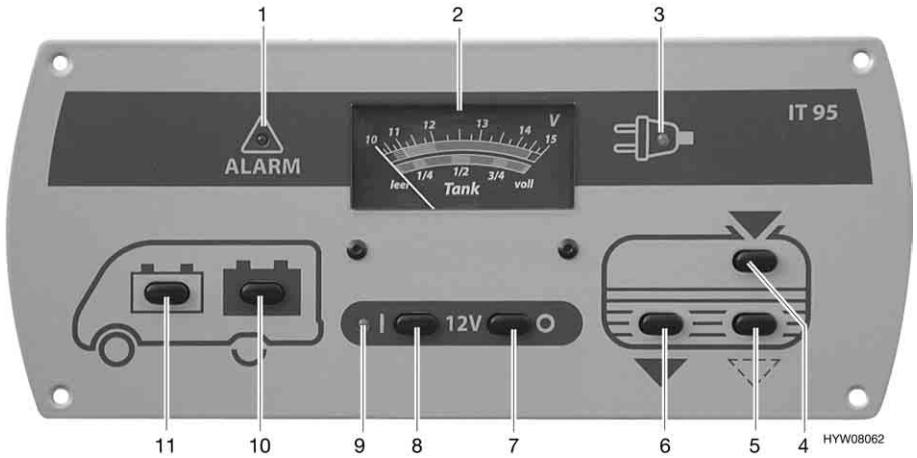

Fig. 38 Pannello di controllo (IT 95)
L'interruttore principale a 12 V (Fig. 38,7 e 8) inserisce o disinserisce il pannello di controllo e l'alimentazione a 12 V dell'abitacolo.
- Premere l'interruttore (Fig. 38,8) "I": L'alimentazione a 12 V dell'abitacolo è inserita. La spia di controllo (Fig. 38,9) diventa verde.
- Premere l'interruttore (Fig. 38,7) "O": L'alimentazione a 12 V dell'abitacolo è disinserita. La spia di controllo (Fig. 38,9) si spegne.
Per l'indicatore volt/serbatoio (Fig. 38,2) leggere la scala superiore. L'indicatore si illumina automaticamente appena viene premuto un interruttore.
- Premere l'interruttore (Fig. 38,11) "": Viene indicata la tensione della batteria di avviamento.
- Premere l'interruttore (Fig. 38,10) "": Viene indicata la tensione della batteria dell'abitacolo.
Per l'indicatore volt/serbatoio (Fig. 38,2) leggere la scala inferiore. L'indicatore si illumina automaticamente appena viene premuto un interruttore.
- Premere l'interruttore (Fig. 38,4) "": Viene indicato il livello del serbatoio dell'acqua.
- Premere l'interruttore (Fig. 38,6) "": Viene indicato il livello del serbatoio delle acque grigie.
La spia luminosa rossa "ALARM" (Fig. 38,1) inizia a lampeggiare non appena la tensione della batteria dell'abitacolo scende al di sotto di 11 V (misurazione durante il normale esercizio) con conseguente rischio che la batteria si scarichi troppo.
La spira di controllo a 12 V (Fig. 38,9) si accende non appena l'interruttore principale a 12 V (Fig. 38,8) viene inserito.
La spia gialla di controllo a 230 V (Fig. 38,3) si accende quando all'ingresso della centralina elettrica è presente una tensione di rete.